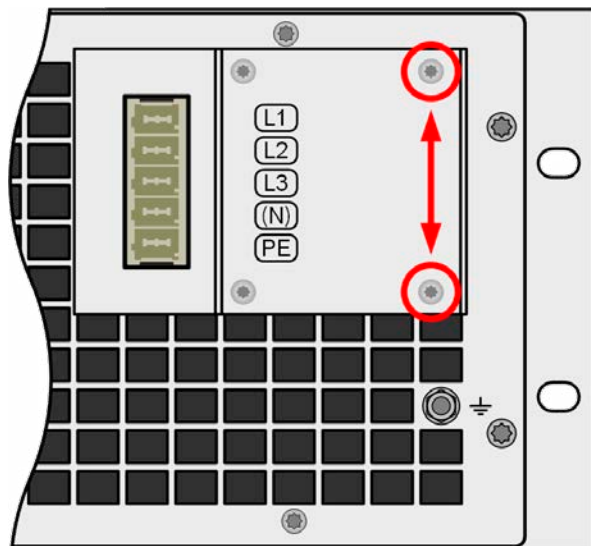

Imagen 11 - Posición de montaje del soporte
1. Retire los dos tornillos de la caja de filtro AC tal y como se marcan en la siguiente *Imagen 11*.